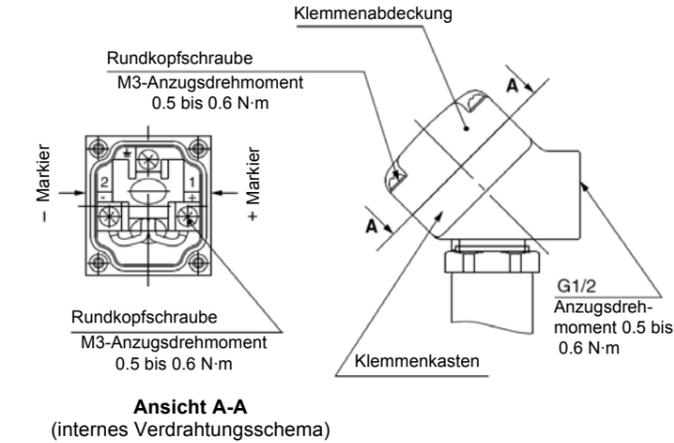

Abb. 11
- Bei der Verdrahtung auf die in Abb. 11 angegebenen Markierungen achten.
- Die Schrauben und Schraub-/Steckverbindungen gemäß Abb. 11 anziehen.